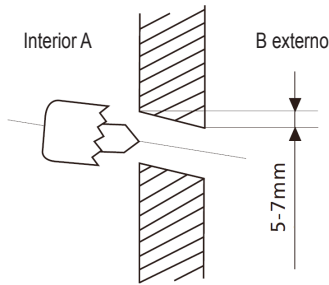

fig. 11 -
5. Efetue um furo de Ø65 mm (ou Ø90 mm, dependendo do modelo) na parede ("fig. 11 -") ligeiramente inclinado para baixo em relação ao exterior, começando a furar de um lado da parede (A) e terminando do lado oposto (B), para evitar fissurações anómalas da própria parede.